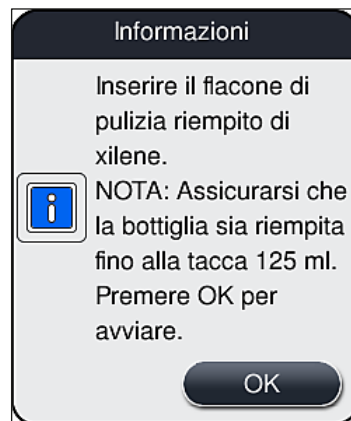

Fig. 102
10. Quindi confermare il messaggio informativo (→ Fig. 102) selezionando **OK**.